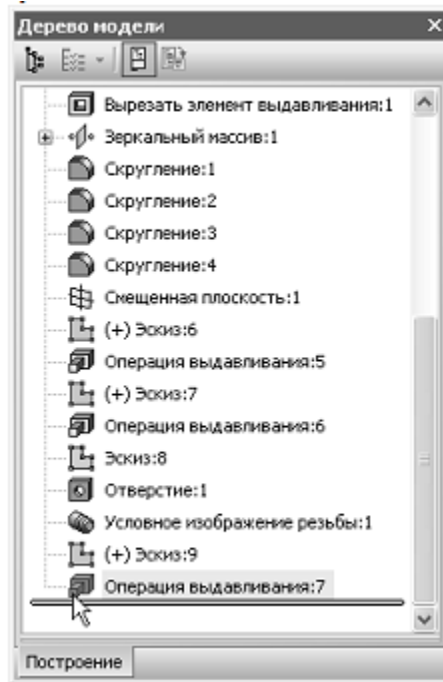

Рисунок 50.
9. В Дереве модели укажите исходный элемент массива Операция выдавливания:7 (рис. 50).